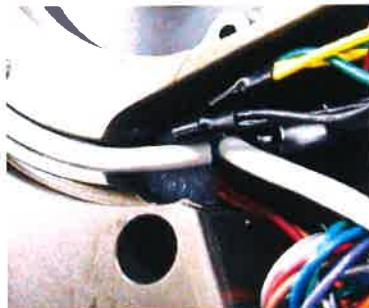

Fig. 8
- 4) 此时请用硅胶固定电气部件ASSY附带的电容器。(请参阅Fig. 8)
使用的润滑脂为EPINOCK润滑脂(日本石油)或SUMITEC731(住矿润滑脂)或等同品，在外部滑动面上涂上一薄层。涂抹位置如图8所示。